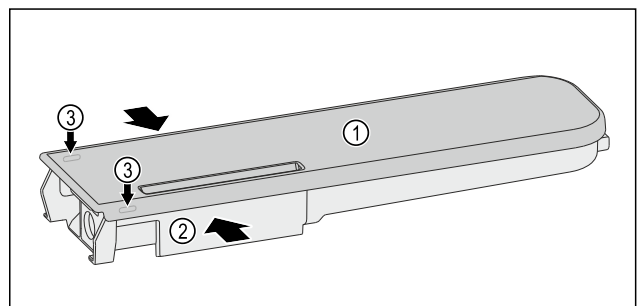

Fig. 171
- ▶ Wasserbehälter Fig. 171 (2) zusammendrücken und Deckel Fig. 171 (1) vorsichtig über die Rastnasen Fig. 171 (3) hebeln und hochziehen.
- ▶ Deckel Fig. 171 (1) leicht hin- und herbewegen und nach oben entnehmen.